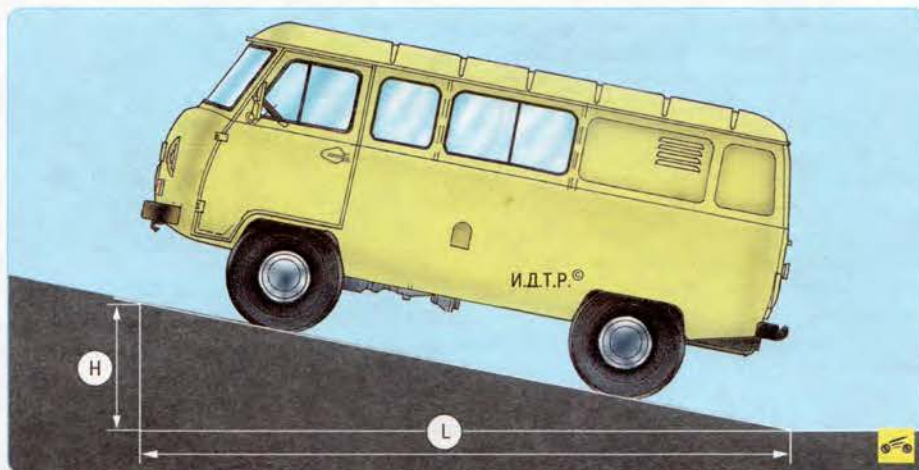

Рис. 9.5. Проверка стояночного тормоза
1. Для проверки правильности регулировки стояночного тормоза найдите вблизи места стоянки вашего автомобиля наклонную эстакаду, погрузочный пандус и т.п. высотой **Н** (рис. 9.5), равной 1,25 м, при длине въезда **Л**, равной 5 м. Такое соотношение соответствует уклону 25%. Установите на пандус автомобиль, заторможенный только стояночным тормозом; автомобиль не должен скатываться с пандуса.